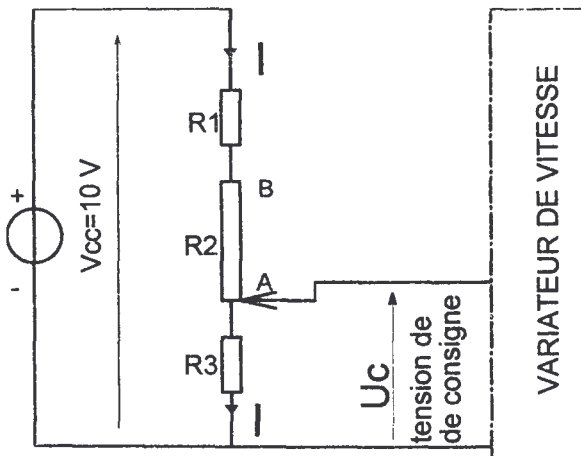

Figure 2
La consigne de la vitesse du moteur est affichée manuellement au moyen d'un potentiomètre R_2 qui délivre au variateur la tension continue U_c . Le branchement est celui des figures 2 ou 3.
1.3 On souhaite régler la vitesse du moteur à 400 tr/min lorsque le curseur est en A (figure 2). Calculer la tension U_c nécessaire et la valeur de la résistance R_3 .